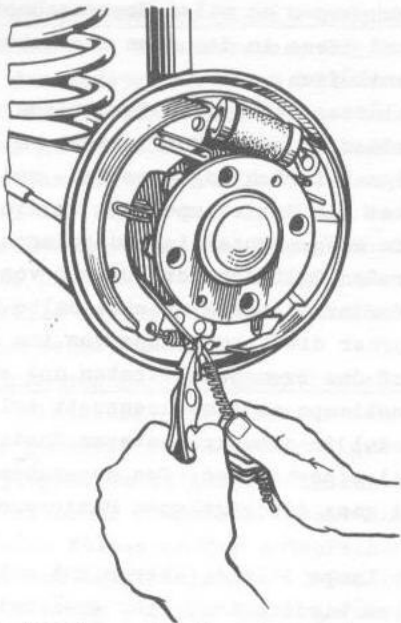

Bild 6-28. Absetzen der Sperrscheibe an Feder des hinteren Seils
- Ende des Seils aus Führungsrohr des Bremsschildes herausziehen und die geschlitzte Sperrscheibe der Feder fortnehmen (Bild 6-28);